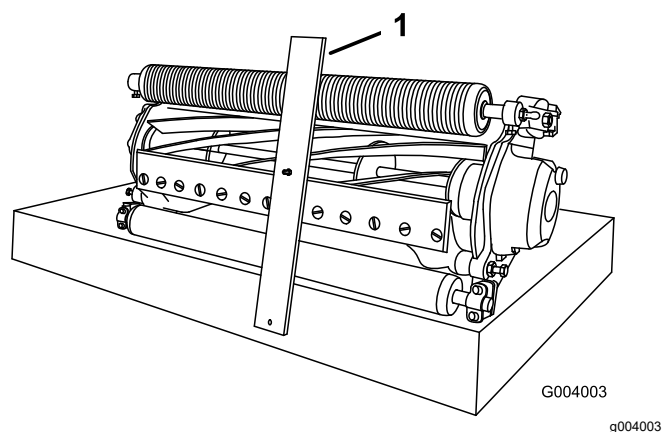

図 15
2. 刈高ゲージのボルトの頭を下刃の先端に引っ掛け、バーの後端を後ローラに当てがう 図 15。